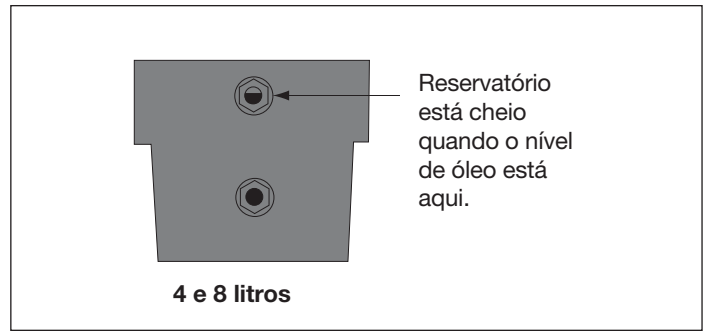

Figura 4
6. Encha o reservatório com óleo hidráulico Enerpac novo. O reservatório está cheio quando o nível do óleo atinge a metade do visor do manômetro. (ver figura 4).